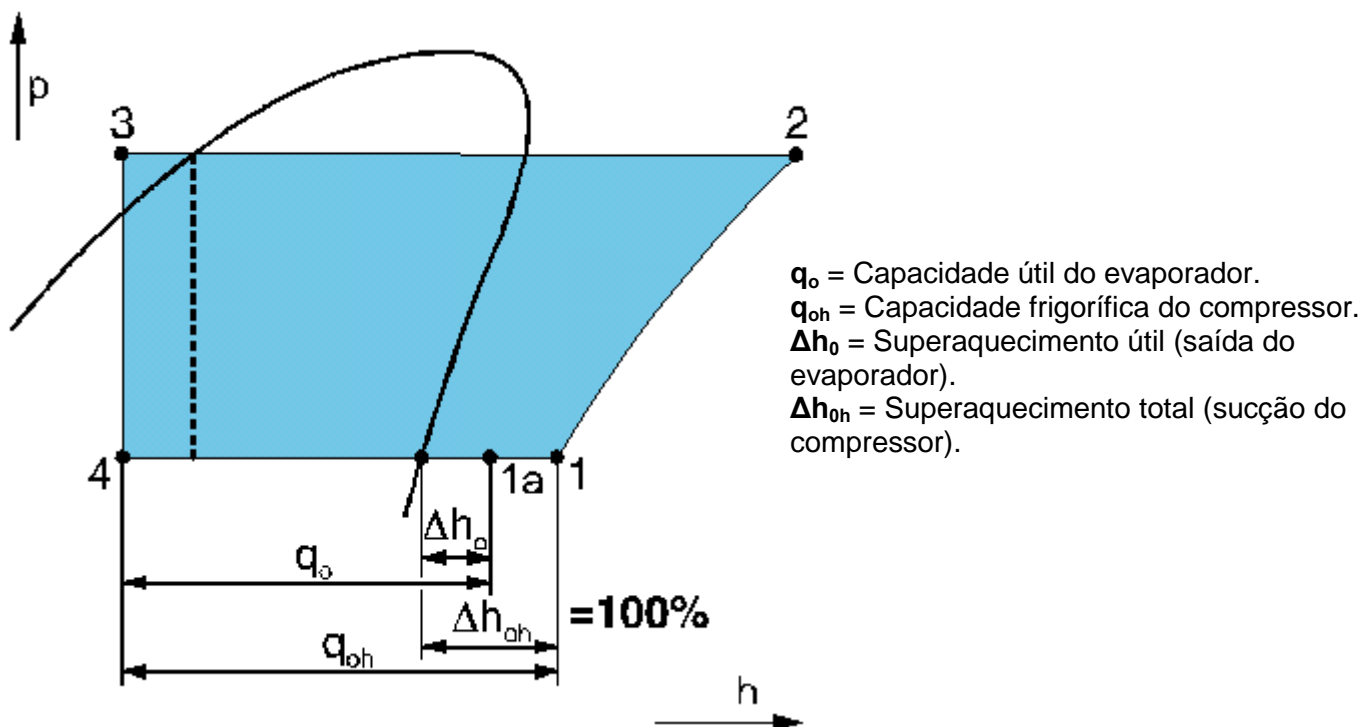

Figura 3 – Representação do superaquecimento útil e total através do diagrama P-h.
De acordo com a **figura 3**, em caso padrão (100%) o superaquecimento útil (1a) da saída do evaporador (ou trocador de calor) é idêntico ao superaquecimento total na sucção do compressor (1), a capacidade útil do evaporador (q_o) é igual a capacidade do compressor (q_{oh}). Caso o superaquecimento total seja maior que o útil ($1a < 1$), a capacidade do evaporador (q_o) será menor que a capacidade do compressor (q_{oh}). Através do software de selecionamento de compressores da Bitzer podem ser verificados em diversas condições de aplicação.